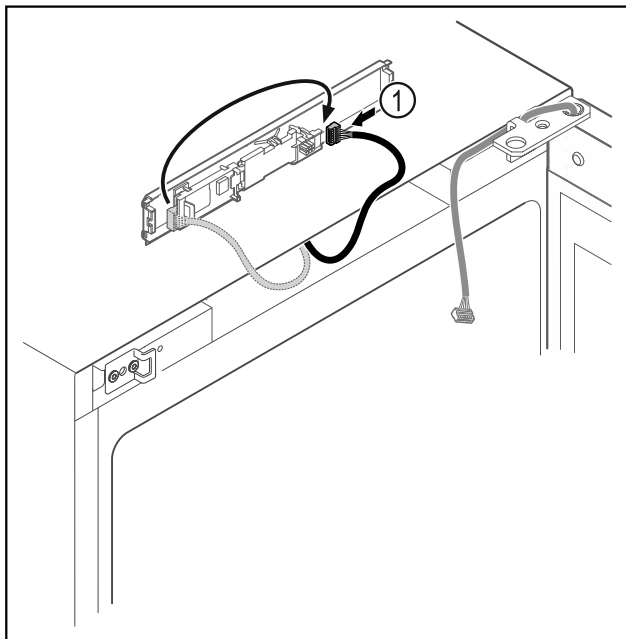

Fig. 15
- Переставьте штекер Fig. 15 (1) на панель и